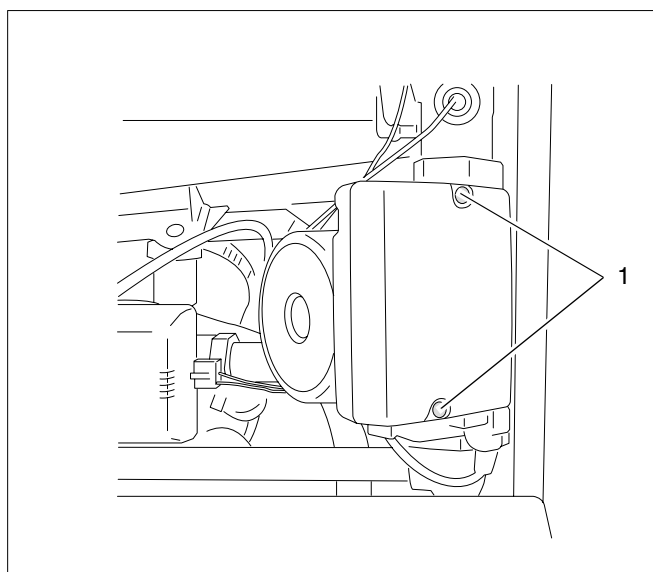

Fig. 20 Deschiderea cutiei de conexiuni
- Desfaceți ambele șuruburi din cutia de conexiuni a pompei de recirculație și deschideți cutia de conexiuni (vezi Fig. 20, Poz. 1).